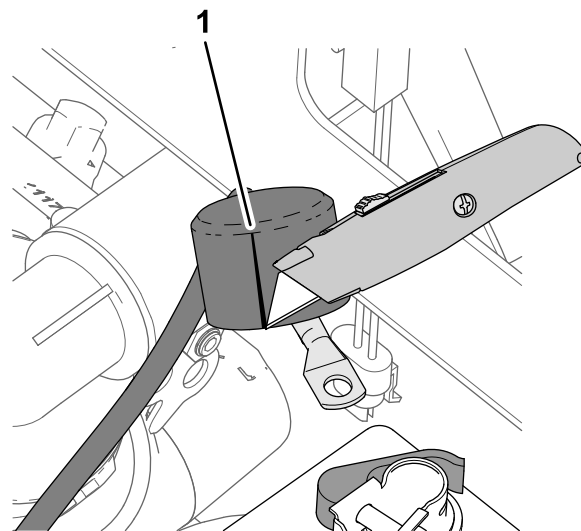

Figura 209
1. Haga un corte en el capuchón aislante del cable positivo de la batería que va al motor de arranque, según se muestra en Figura 209.